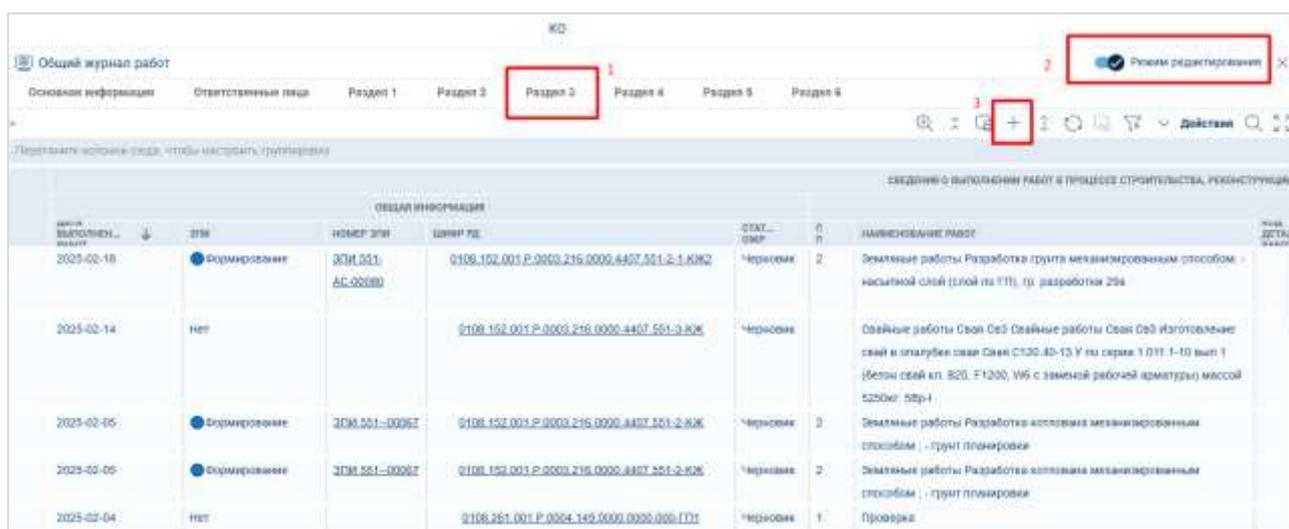

Рисунок 85. Создание записи в Разделе 3
Затем перейти в Раздел 3 (1), включить режим редактирования (2) и нажать кнопку создать (3) (Рисунок 85).